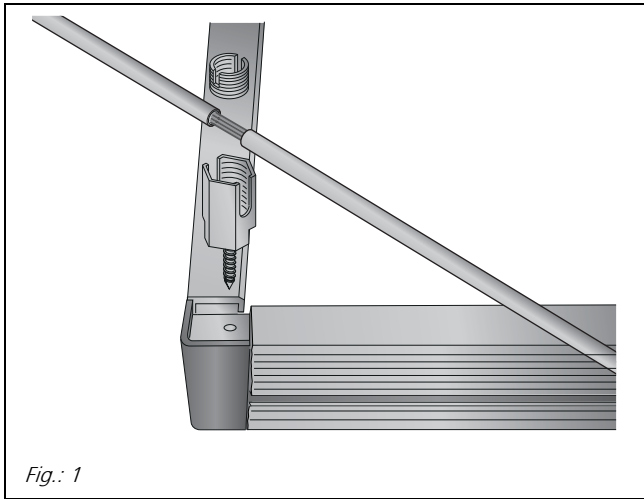

Fig.: 1
- ➔ Pour la mise à la terre des modules, utiliser le trou prévu à cet effet dans le connecteur d'angle du cadre (voir Fig. 1).